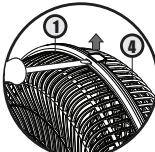

Figura 12
- Para remover a grade frontal, deve-se introduzir a ponta da chave de fenda em cada uma das fendas localizadas na sua borda, pressionando as linguetas para fora e liberando as 5(cinco) travas conforme a figura 12.